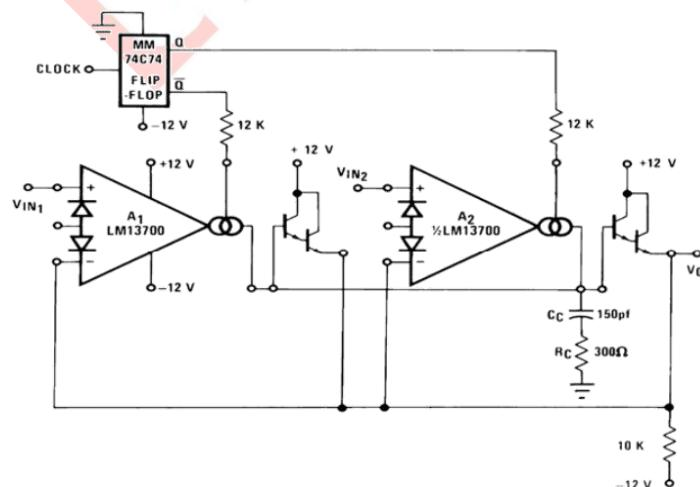

图 19 多路复用器
**线性二极管:** 当差分电压大于几个 mV 时, 方程(3)就不太适合、跨导也变得越来越非线性化。图 19 展示了内部电路如何利用二极管线性化补偿放大器的功能。为方便起见, 假设二极管偏执电流源和输入信号以电流形式存在, 由于  $I_5$ 、 $I_4$  的和等于  $I_{ABC}$ , 之差等于输出电流,  $I_5$ 、 $I_4$  可以表示为如下: